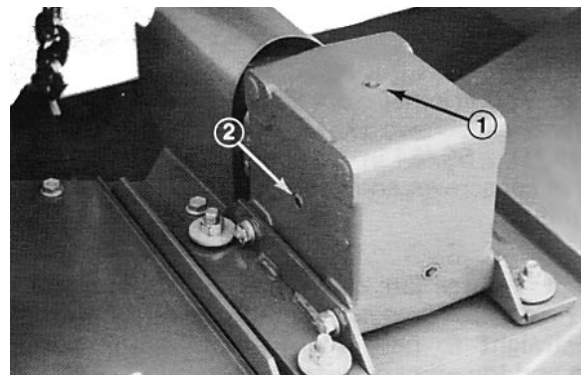

Fig. 1
2. Rimuovere il tappo di verifica da un lato della scatola degli ingranaggi (Fig. 1) e controllare che il lubrificante raggiunga la base del foro. Se il livello è basso, rimuovere il tappo di riempimento sopra la scatola degli ingranaggi, e rabboccare con lubrificante fino alla base del foro laterale.